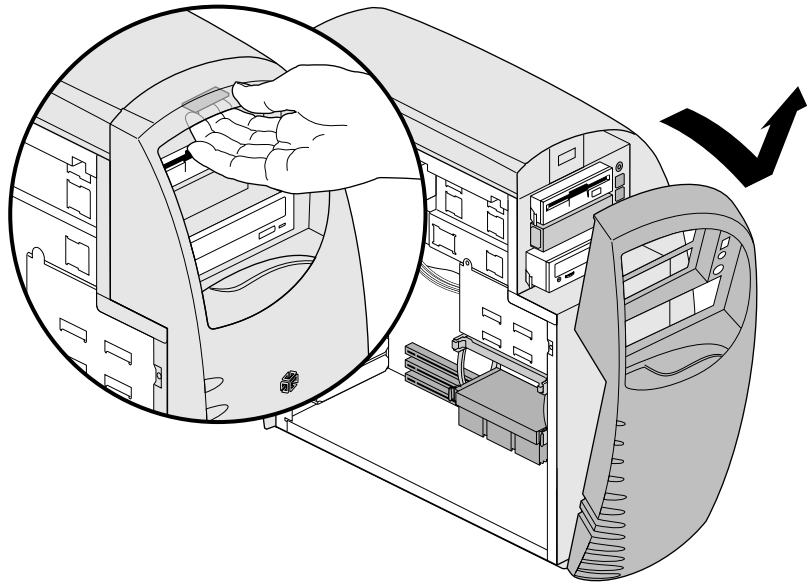

Abbildung 2-2 Entfernen der Frontverkleidung
2. Ziehen Sie den Riegel auf der Innenseite der Frontverkleidung wie in Abbildung 2-2 nach oben, und nehmen Sie dann die Frontverkleidung vom System ab.